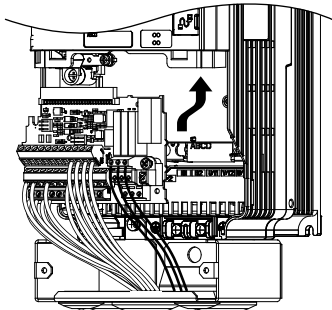

Figure 6.5 Installer la carte de raccordement
1. Après avoir câblé le circuit principal, connecter le bornier de raccordement au variateur de vitesse comme illustré à la Figure 6.5. Utiliser la vis d'installation pour fixer le bornier de raccordement en place.